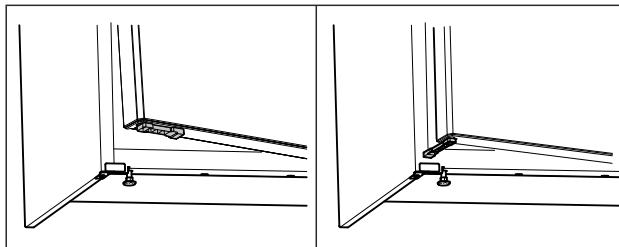

Fig. 54 *
- ▶ Поверніть обмежувач відкривання дверцят на 90°. (див. Fig. 54) *